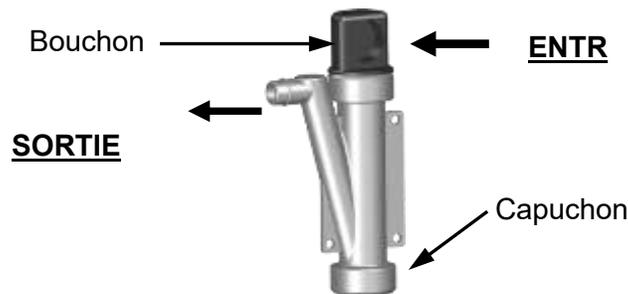

Figure 6.9 : Piège à condensats Réf. 99259
1. Débrancher le purgeur de condensat en desserrant puis en retirant les raccords des côtés d'entrée et de sortie du purgeur (voir la figure 6.9).